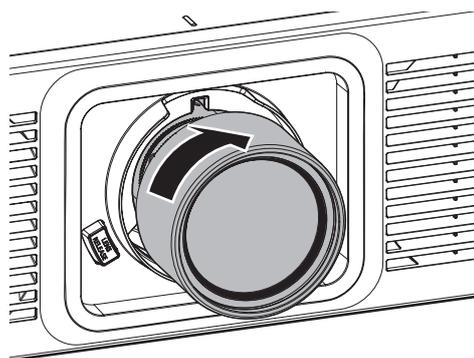

Fig.3
3) Tournez la lentille de projection dans le sens horaire jusqu'au bout. (Fig.3)